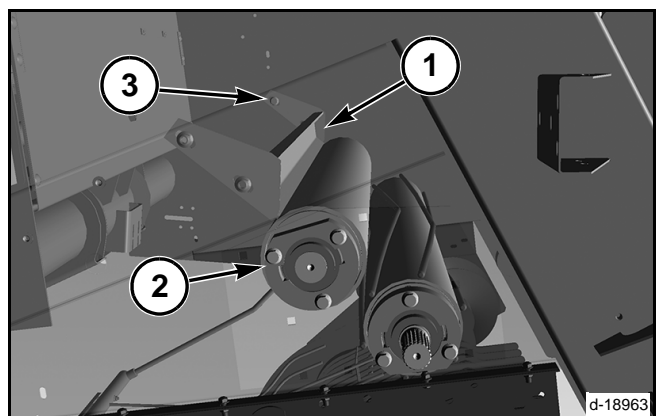

FIG. 80
FIG. 80: Compruebe la separación entre el raspador (1) y el rodillo de impulsión (2). Tiene que haber una separación de 1,5 a 3 mm (0,059 a 0,118 pulg). Si la separación no es correcta, afloje los pernos de ajuste (3) para graduarla. Ajuste los pernos de ajuste.